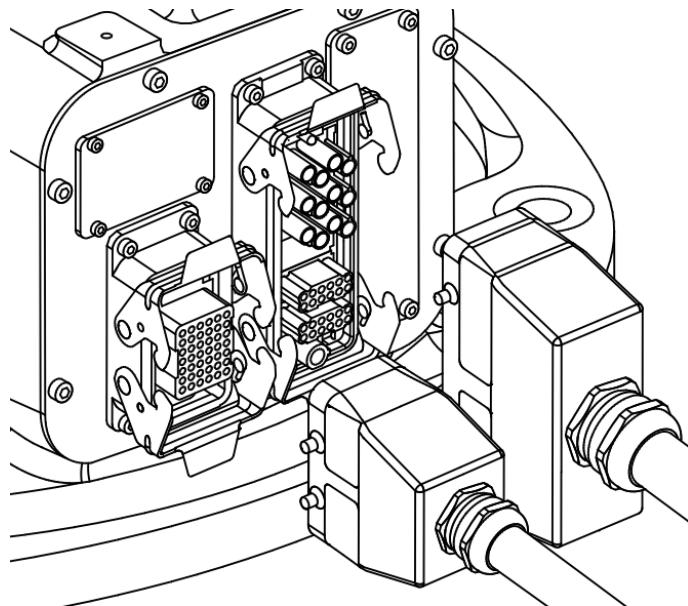

图 5-3 操作机重载线连接接口
- 步骤1.** 将动力线和编码器插头的一端分别插进操作机重载线对应的连接口（见图 5-3），并扣紧锁扣。